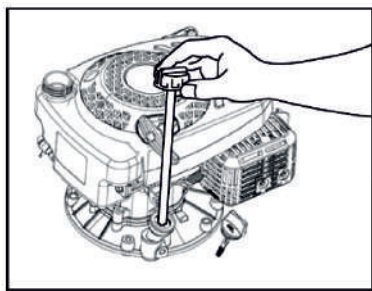

Рис. 16
4. Откройте крышку маслозаливной горловины (Рис. 16)